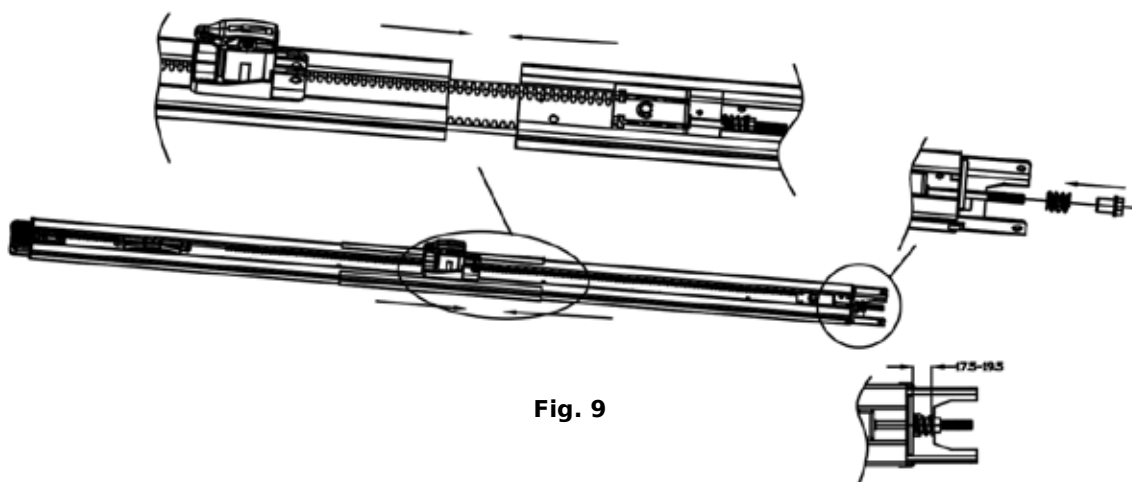

Fig. 9
3. Según la Fig. 9, una las dos piezas de guía con el manguito y después apriete la tuerca en la posición correcta como se muestra.